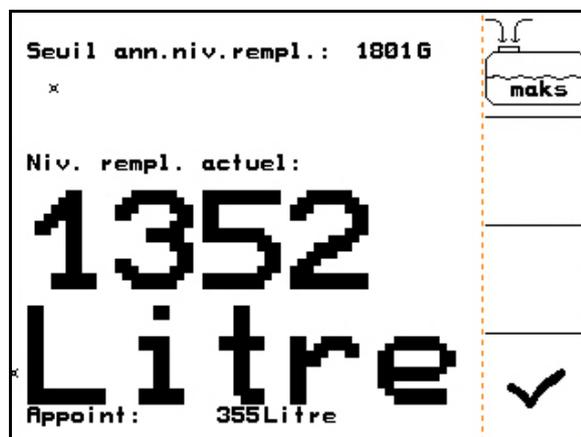

Fig. 83
1.  Accédez au menu Remplissage (Fig. 83).